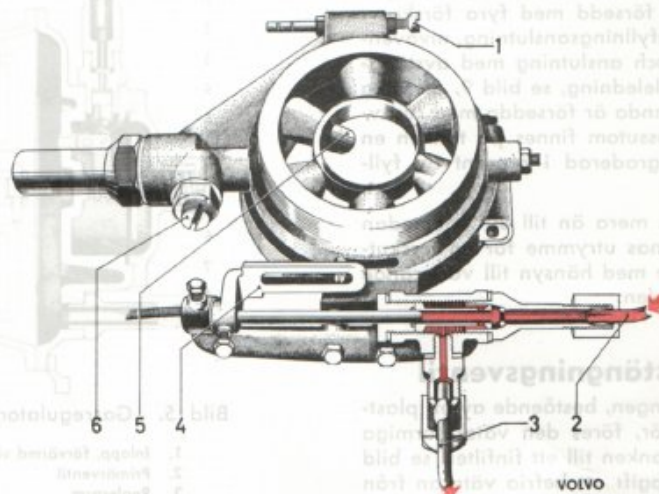

Bild 7. Gasblandare, bensindrift.
I gasblandaren (bild 7 och 8) tillföres en bestämd mängd gas till luften som strömmar in i motorn.
Vid läge för bensindrift stänges gasmunstycket (5) till av blandarens ytterkant, bensinkranen (4) är öppen vilket gör att bensinen strömmar in i förgasaren och motorn drives med bensin, se bild 7.